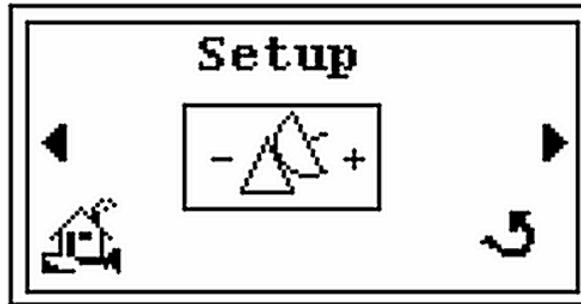

Abbildung 2-40 Setup-Bildschirm
3. Drücken von ► und der *Setup*-Bildschirm erscheint (Abbildung 2-40).